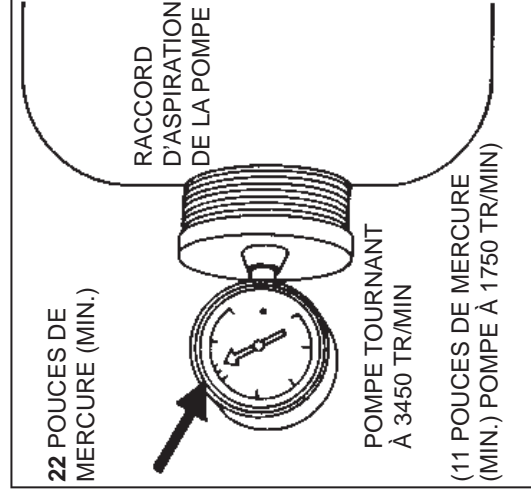

FIGURE 4
- Éteignez la source d'alimentation de la pompe. Fermez les valves d'entrée et sortie de la pompe. Tout en observant les consignes de sécurité pour le liquide pompé, débranchez les conduites d'aspiration et de sortie et videz la pompe complètement. Remplissez la pompe d'eau. Installez un vacuomètre sur l'orifice d'aspiration (voir figure 4). Rétablissez la source d'alimentation. L'aspiration doit dépasser 22 pouces de mercure lorsque l'arbre de la pompe tourne à 3450 tr/min et doit atteindre ou dépasser 11 pouces de mercure lorsqu'elle tourne à 1750 tr/min. Si l'aspiration est inférieure à ces valeurs, vérifiez ce qui suit :